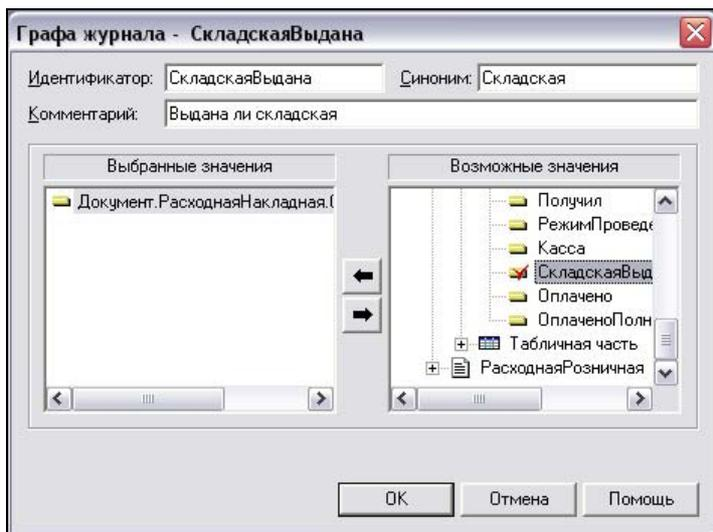

Рис. 5.52. Новая графа добавлена
- Идентификатор задаем **СкладскаяВыдана**, синоним — **Складская, Комментарий - Выдана ли складская**. Открываем в списке **Возможные значения** расходную накладную, в ней открываем **Шапку** и, найдя в списке реквизитов **СкладскаяВыдана**, делаем на ней двойной щелчок (рис. 5.52).